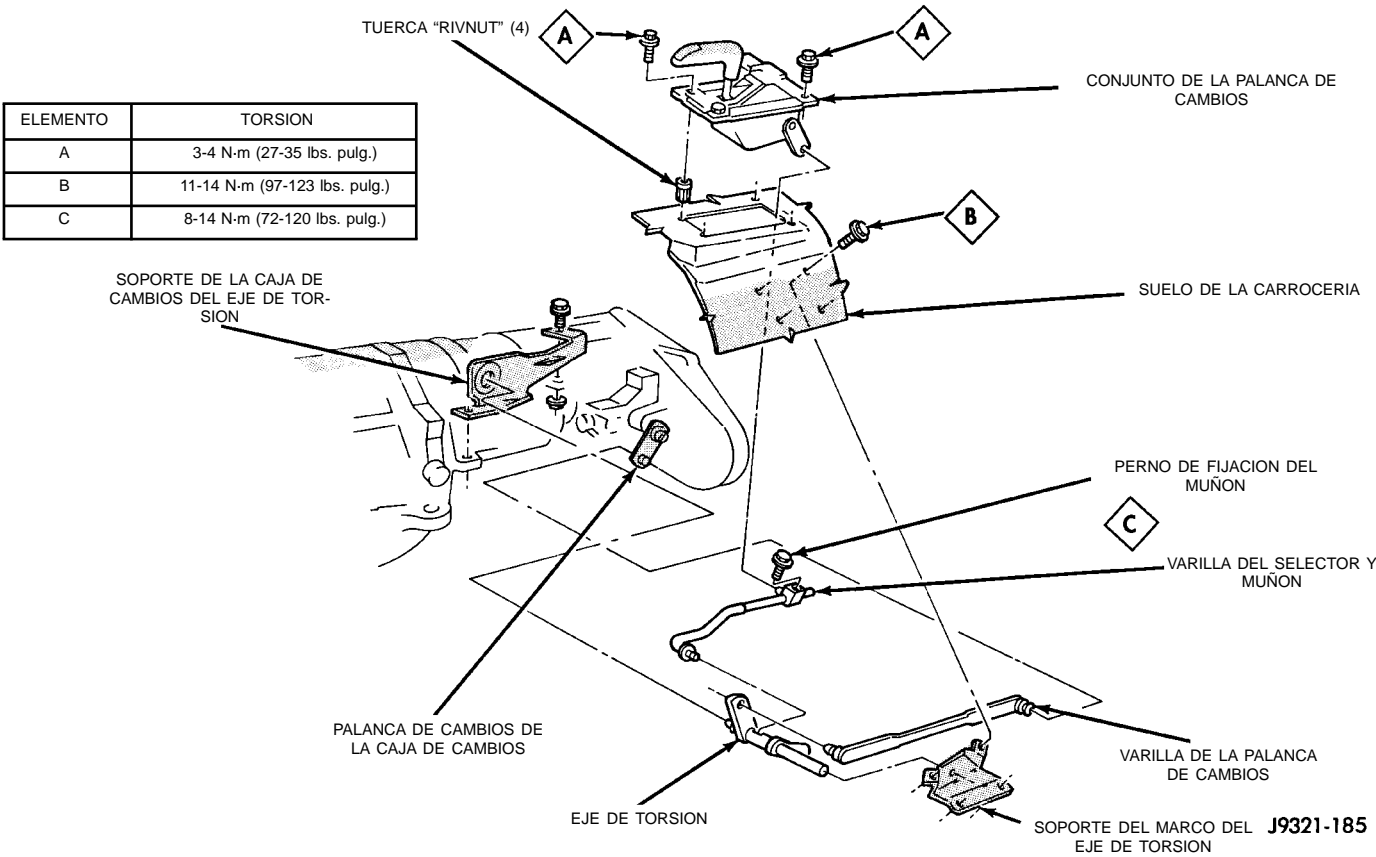

Fig. 4 Articulación de cambio de la caja de cambios
(1) Conmute la caja de cambios a 4L.
(2) Eleve el vehículo.
(3) Afloje la contratuerca del muñón de ajuste y retire la varilla de cambio de marcha del muñón (Fig. 4). Si la varilla no tiene suficiente recorrido para salir del muñón, extraiga el muñón del eje de torsión.
(4) Baje el vehículo.
(5) Retire la consola. Para informarse de los procedimientos, consulte el Grupo 23, Carrocería.
(6) Retire los tornillos que fijan el conjunto de palanca al suelo de la carrocería y retire el conjunto y la varilla de cambio de marcha (si se dejó conectada).